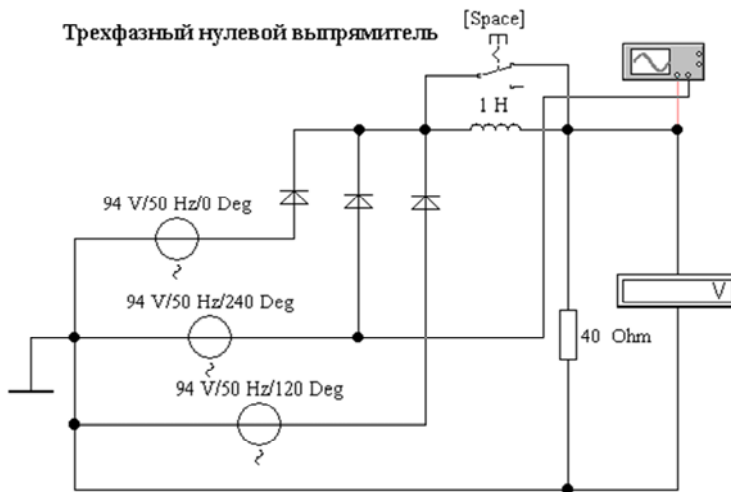

Рис. 16.10. Трехфазный нулевой выпрямитель (файл **rect\_4.ewb**)
10. Исследование трехфазных схем выпрямления. Трехфазный нулевой выпрямитель (схема В. Ф. Миткевича) (файл **rect\_4.ewb**, рис. 16.10). Проверить отношение  $U_d/U_{2\phi}$  для данной схемы выпрямления по прил. 5 [3]. Обратите внимание, как изменятся результаты при включении сглаживающего фильтра, при обрыве цепи одного из диодов.